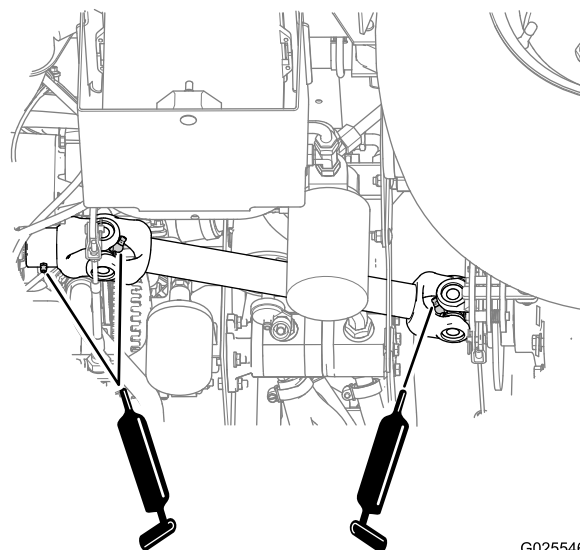

Figura 51
- **Juntas em U do eixo de transmissão** (2); consulte a Figura 51
- **Culatra deslizante** (1); consulte a Figura 51